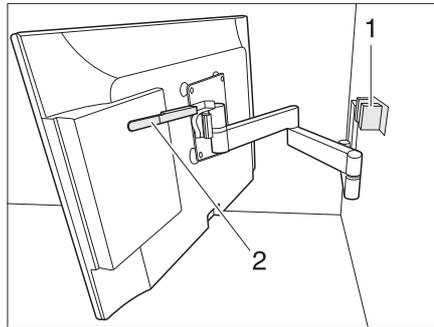

Bild 6 Halterung mit Gelenkarm
- Flachbildschirm in Richtung Arretierung (Bild 6,1) zurückschwenken.
- Hebel (Bild 6,2) nach unten drücken.
- Hebel (Bild 6,2) loslassen. Der Hebel rastet ein.